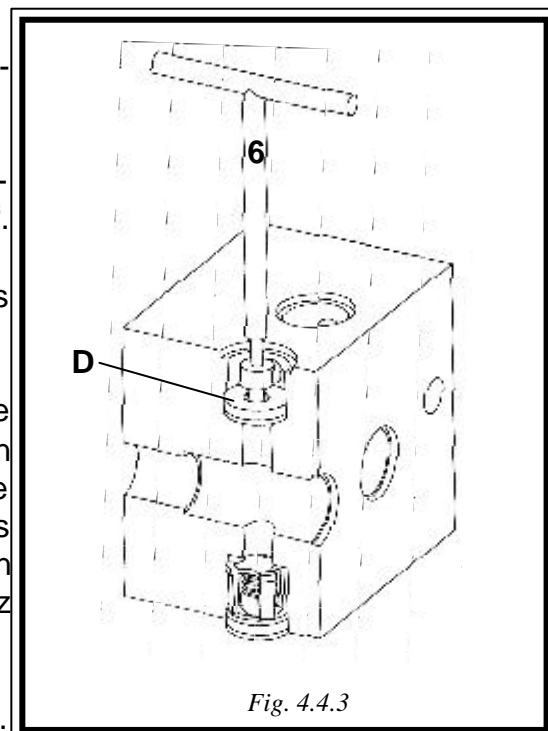

Fig. 4.4.3
Wenn die Dichtung der unteren Ventilgruppe beschädigt ist, tritt Produkt aus dem Kompressionskopf „O“ und dem Anschluß „P“ aus, Rif. Fig.4.4.3.
- Siehe Fig. 4.4.3, den Auszieher einführen in die entsprechende Aufnahme, welcher in Dotation ist, leicht unter dem Ventilsitz „D“, die Endpunkte des Ausziehers öffnen (die Punkte des Ausziehers festhalten und den Griff des selben im Uhrzeigersinn drehen) bis er den Ventilsitz greift und ihn herausziehen.